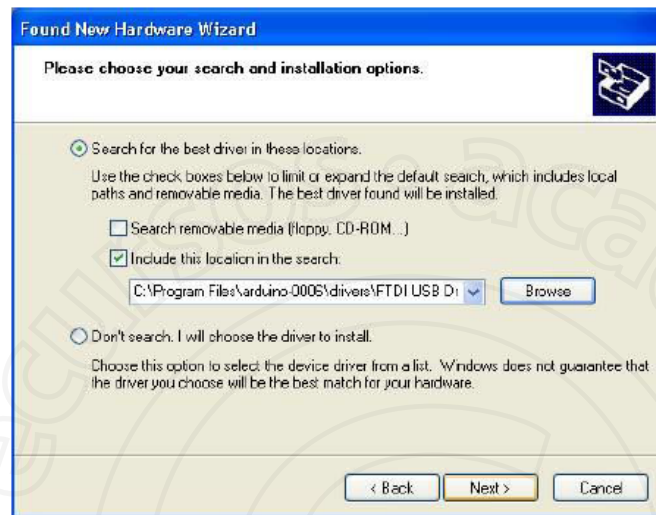

Figura A.4 Búsqueda del controlador.
4. Enseguida aparece el cuadro de diálogo que se observa en la figura A.4. Marcar la opción superior: "Buscar el controlador más adecuado" y la casilla "Incluir esta ubicación en la búsqueda", esta es la dirección de la carpeta: FTDI USB Drivers, contenida en la carpeta original de Arduino®.